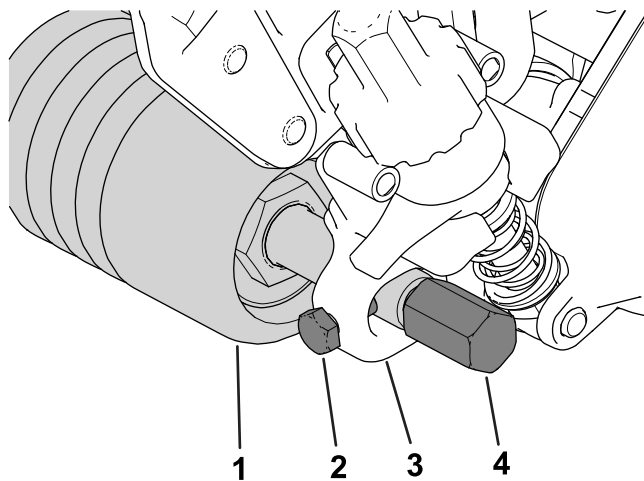
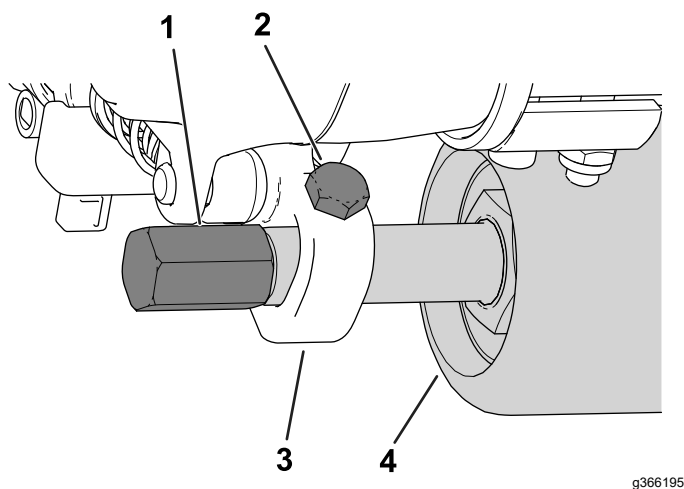

Figura 14
Figura 15
- Introduceți i centrai arborele rolei între consolele pentru înălțimea de tăiere (HOC) i fixai-le cu 2 uruburi de montare (Figura 14 sau Figura 15).
Puteți instala uruburile de montare în partea centrală (aa cum este indicat în Figura 14) sau în partea laterală (Figura 15) a consolelor HOC. Instalarea uruburilor în partea frontală va permite dispozitivului de finisare să curețe rola; instalarea acestora în partea din spate va permite dispozitivului de finisare să se intercaleze cu rola.
- Ataai apărătoarele dispozitivului de finisare pe ambele părți ale arborelui rolei (Figura 14).